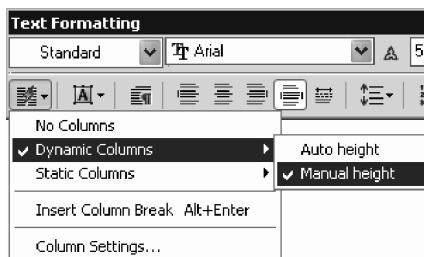

Fig. 6.34 Stabilirea tipului de coloane
4. Din linia de formatare a textului se execută clic pe pictograma **Columns** și, din lista derulantă, se alege opțiunea *Dynamic Columns* cu varianta **Manual height**, ca în Fig. 6.34.